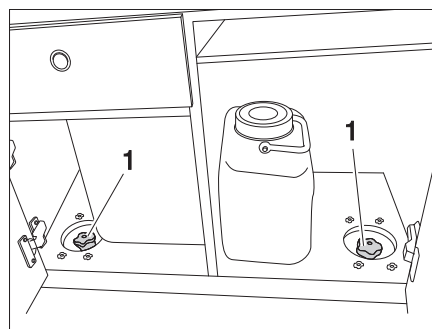

Figure 56 Desserrer les vis à étoile
- Ouvrir la porte de l'armoire (Figure 56,2) et le portillon (Figure 56,3).
- Passer la main à travers les 2 ouvertures et desserrer les vis à étoile (Figure 56,1).